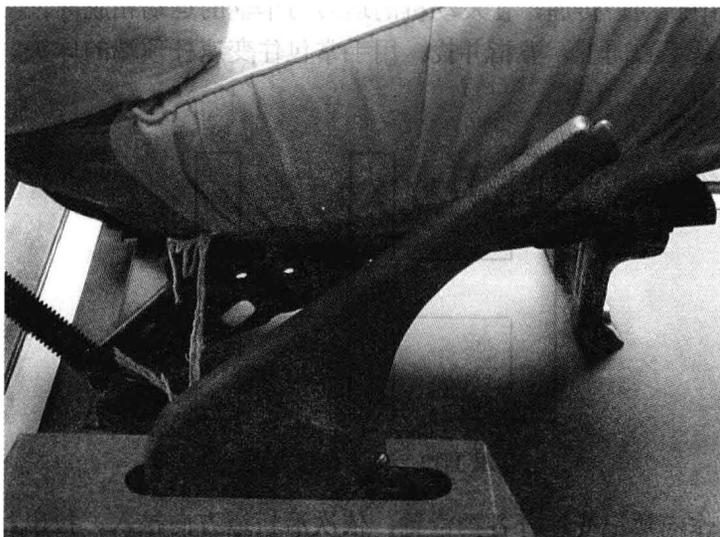

图 1-10 驻车制动器拉杆
11. 驻车制动器拉杆（手刹车、手制动，见图 1-10）：手刹车位于座椅右下侧，变速杆的后面，用右手操纵。通过它可操纵驻车制动装置，使汽车可靠停放而不致于溜滑。在特殊情况下配合脚制动进行紧急制动或当脚制动失灵时起代用制动装置的作用。